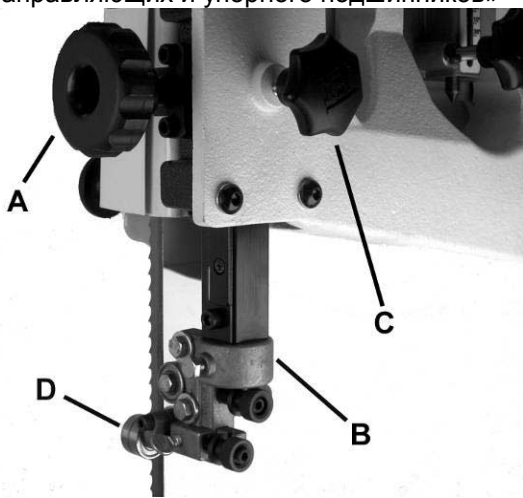

Рисунок 10.
2. Ослабьте фиксатор (С, Рис. 10) и поднимите или опустите узел верхней направляющей полотна (В, Рис. 10) путем поворота ручки (А, Рис. 10), чтобы настроить его чуть выше уровня обрабатываемой заготовки.
3. Затяните фиксатор. Убедитесь, что направляющие подшипники (D, Рис. 10) выровнены относительно пильной ленты. Если требуется их настройка, ознакомьтесь с разделом «Настройка верхних направляющих и упорного подшипников»